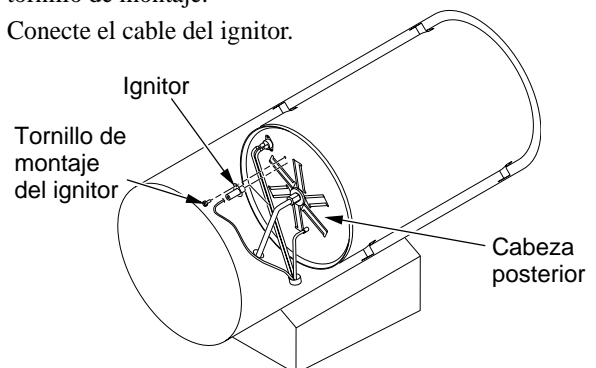

Figura 11: Extracción del tornillo de montaje del ignitor y del ignitor
3. Quite el tornillo de montaje del ignitor de la cabeza posterior usando un destornillador para tuercas o un destornillador estándar (consulte la figura 11).